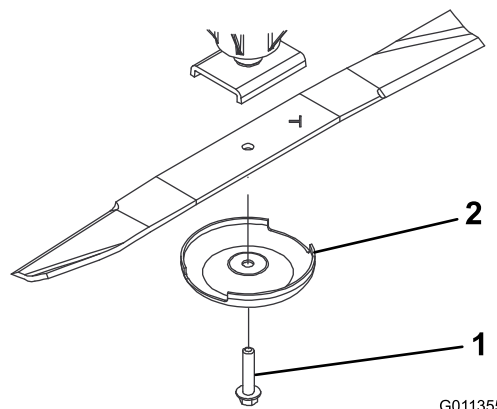

Figura 63
2. Fixe a extremidade da lâmina utilizando um pedaço de tecido ou uma luva grossa. Retire o parafuso da lâmina, o recipiente antidanos e lâmina do eixo (Figura 63).
lâmina (Figura 63). Aperte a porca de bloqueio com 115 a 149 N m.
Se a lâmina continuar a sofrer este tipo de desgaste irá formar-se uma ranhura entre a parte curva e a parte plana da lâmina (Figura 63). Eventualmente, pode soltar-se algum pedaço da lâmina e projetar-se, ferindo-o a si ou a qualquer pessoa próxima.